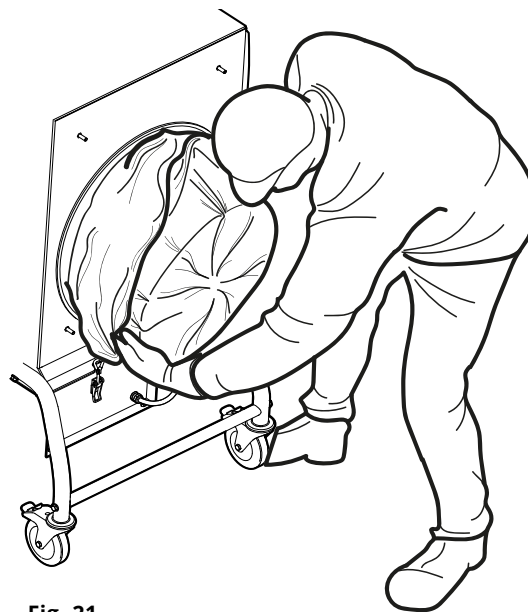

Fig. 21
8. Tire de la bolsa del filtro CMF PCW3 sobre el cartucho del filtro (Fig. 21). Asegúrese de que la bolsa del filtro no se atasque en los cepillos debajo del cartucho del filtro.